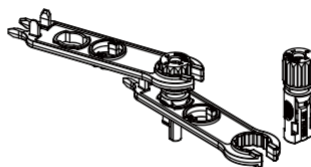

Imagen 5.5: conector con la tuerca de tapa atornillada
- c) Inserte el pin de contacto en la parte superior del conector y atornille la tuerca de tapa a la parte superior del conector (tal y como se muestra en la imagen 5.5).